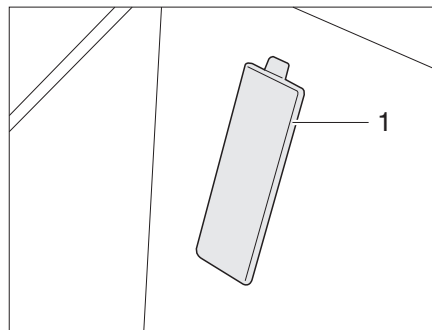

Fig. 384 Tapa del número de chasis (vehículo básico Fiat)
- ▷ En los vehículos con base de Fiat, el número de chasis se encuentra debajo de una tapa (Fig. 384,1) en la entrada del lado del acompañante.